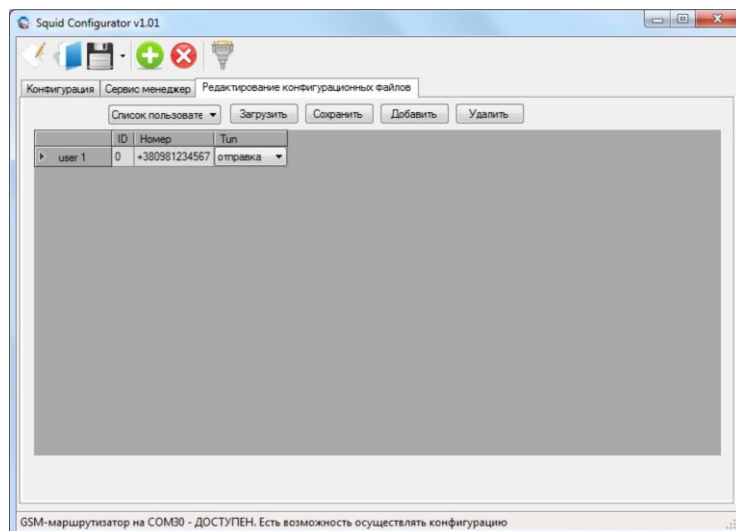

Рисунок 7.5.3 - Пример настройки конфигурационного файла СМС рассылки
2. В комбобоксе выбрать « **Список пользователей** » (см. рисунок 7.5.3).